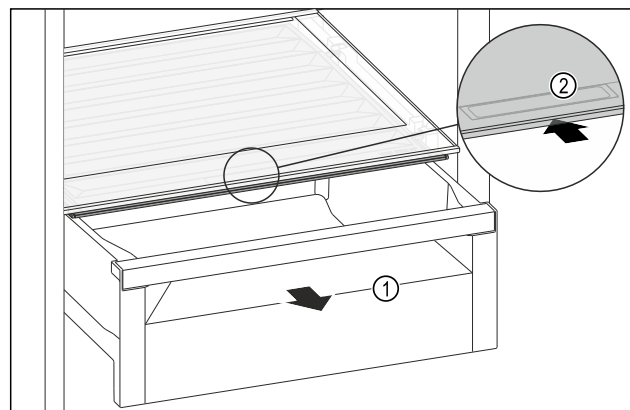

Fig. 175
- Izvucite ladicu Fig. 175 (1).
- Primite ručku Fig. 175 (2) na poklopcu pretinca i istodobno povucite poklopac pretinca prema natrag.